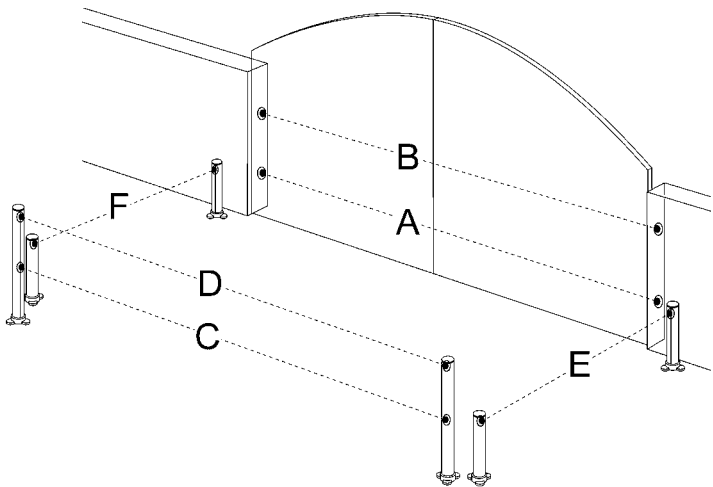

Figura 61
En cualquier momento es posible instalar más fotocélulas, además de aquellas entregadas de serie con el WK2. En un automatismo para puertas de 2 hojas es posible colocarlas tal como representado en la figura 61.
- 2 IDetermine la posición de instalación de acuerdo con la figura 61 y realice el puente de conexión de acuerdo con la Tabla 11